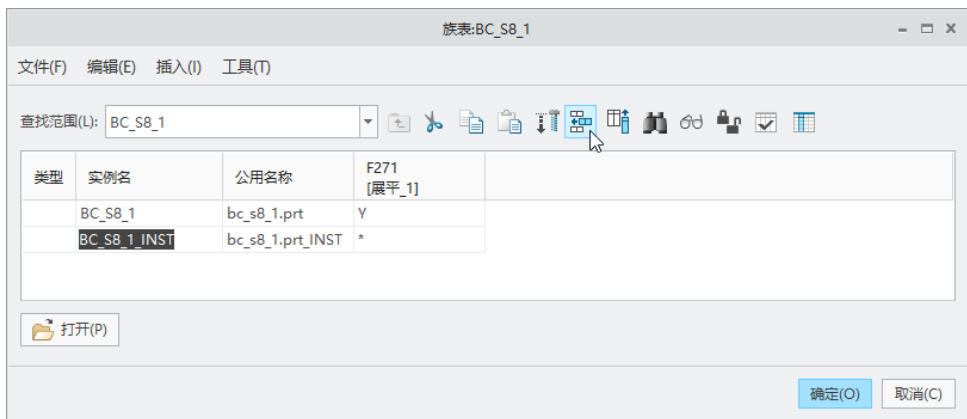

图 8-15 添加新的实例行
(6) 在“族表: BC_S8_1”对话框中单击  (在所选行处插入新的实例) 按钮, 此时便添加新的实例行, 如图 8-15 所示。